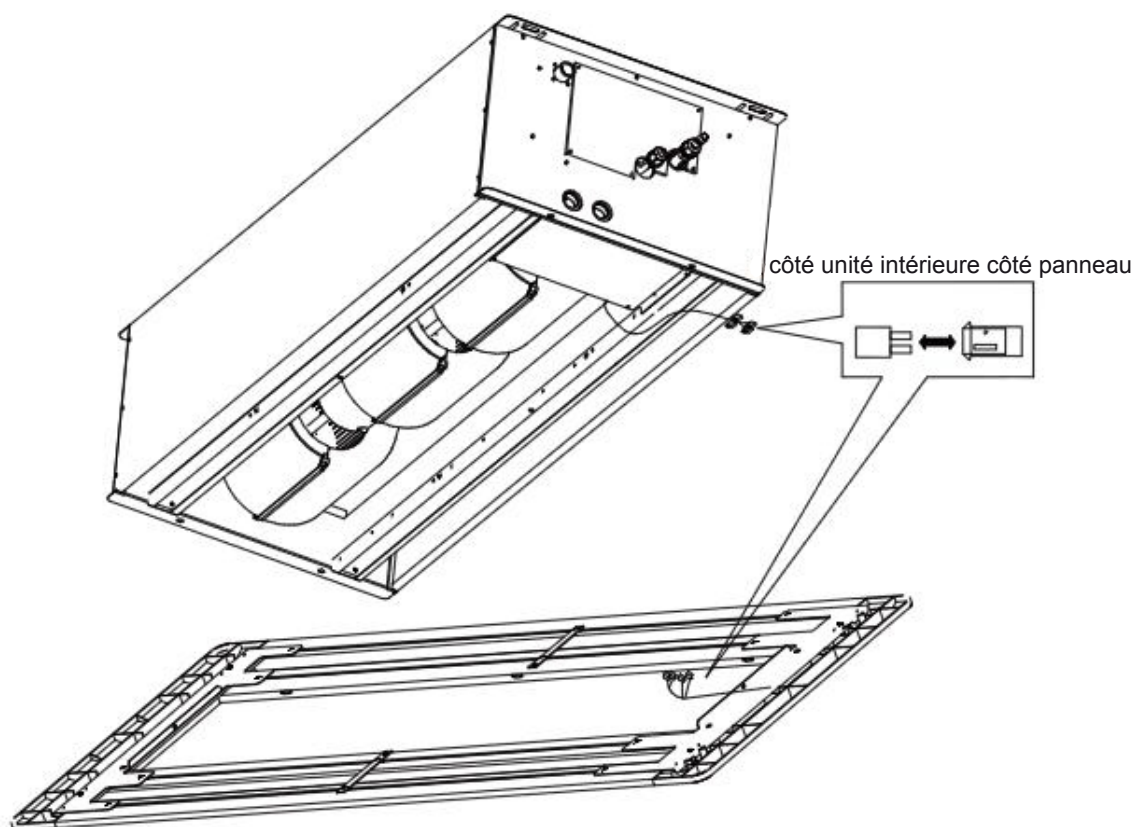

Fig 4.4.3
- (3) Connecter les bornes du panneau décoratif (femelle) aux bornes du corps (mâle) comme indiqué sur la figure 4.4.3.